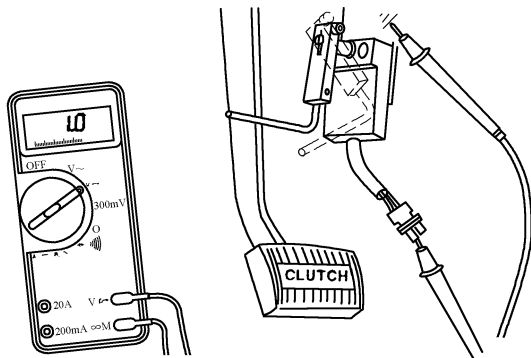

图 5-34 测量开关一个端子与机体间的电压
(4) 检查外部电源是否短路。
① 打开车辆钥匙开关,测量离合器踏板位置开关插头和机体间的电压(图 5-34),在松开和踩下离合器踏板时,电压必须为 $1.5V$ 或更小。
② 如果电压大于 $1.5V$,说明外部电源短路,应除去外部电源。